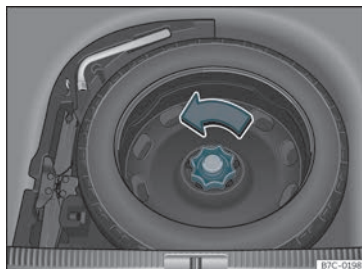

Fig. 216 Na bagageira: piso de carga levantado.
- Mova a roda no sentido contrário ao dos ponteiros do relógio»» Fig. 216 .